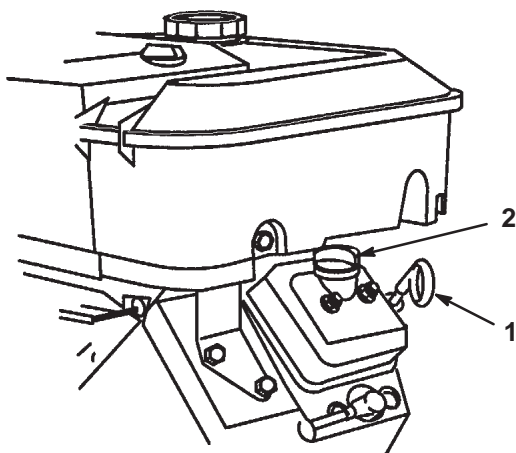

Bild 2
2. Reinigen Sie den Bereich um den Ölpeilstab herum (Bild 2), damit kein Schmutz in den Einfüllstutzen gelangen und so den Motor beschädigen kann.
4. Schieben Sie den Ölpeilstab vollständig in das Einfüllrohr (nicht in das Rohr einschrauben). Ziehen Sie den Peilstab wieder heraus und kontrollieren das Metallende. Entfernen Sie bei niedrigem Ölstand den Fülldeckel von der Ventilabdeckung (Bild 2) und gießen so viel Öl ein, dass der Ölstand die „Voll“-Marke am Peilstab erreicht; siehe „Warten des Motoröls“ auf Seite 25 für die korrekte Ölsorte und -viskosität. Gießen Sie Öl langsam ein und kontrollieren den Ölstand häufiger während des Füllens. **Nicht überfüllen.**